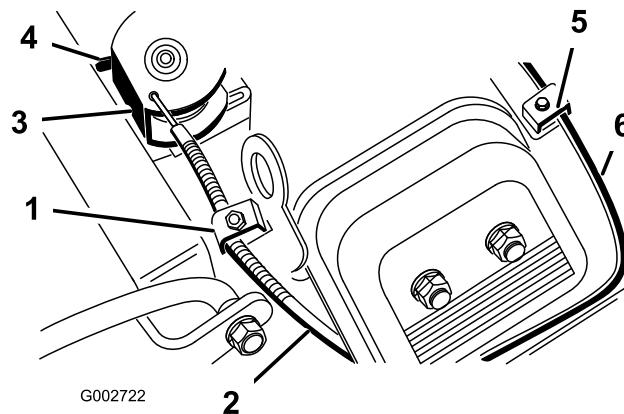

Figure 40
2. Desserrez la vis de collier qui fixe le câble d'accélérateur sur le moteur (Figure 40).
2. Desserrez la vis de collier qui fixe le câble de starter sur le moteur (Figure 40).
4. Tirez fermement sur le câble de starter (Figure 40), jusqu'à ce que le papillon soit complètement fermé, puis serrez la vis du collier de câble.